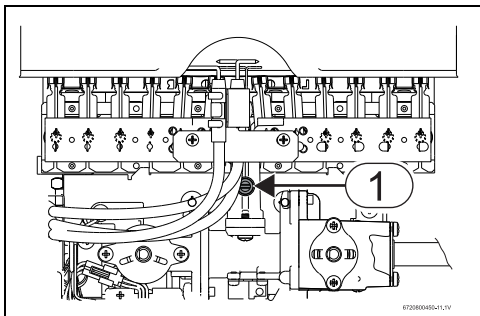

Fig. 14 Presa pressione al bruciatore
- ▶ Allentare la vite di tenuta (Fig. 14, [1]).
- ▶ Collegare il manometro sulla presa pressione al bruciatore (→ Fig. 14, [1]).